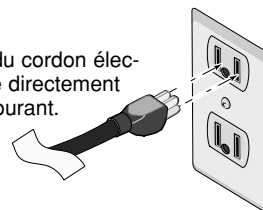

Figure 2 – Pour éviter l'interrupteur à flotteur
- 2B. Si la pompe du puisard est équipée d'un cordon électrique muni d'une fiche à prises multiples, débrancher la fiche du cordon électrique de l'interrupteur à flottard de la prise de courant, puis brancher la fiche du cordon électrique de la pompe directement dans la prise de courant. Se reporter à Figure 2.